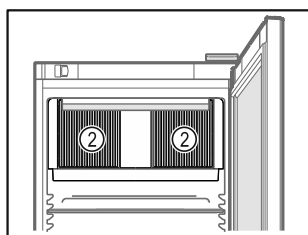

Fig. 50
- A belső térben lévő keringető ventilátor szellőzőnyílásait Fig. 50 (2) tartsa szabadon.